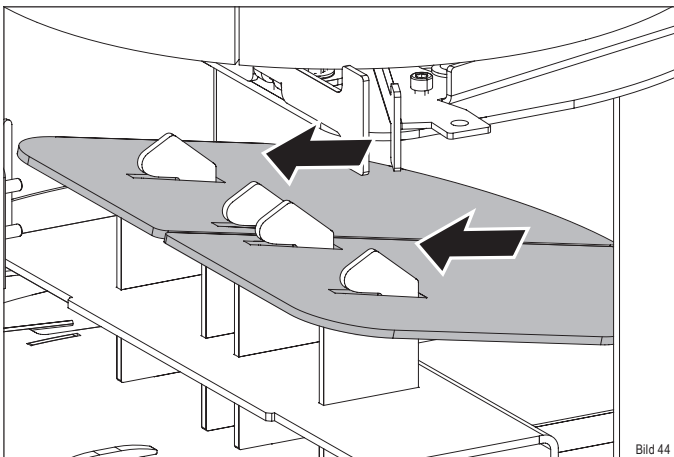

Bild 44
- ▶ Schieben Sie die Umlenbleche nach oben, um sie aus der Halterung zu lösen (Bild 44).